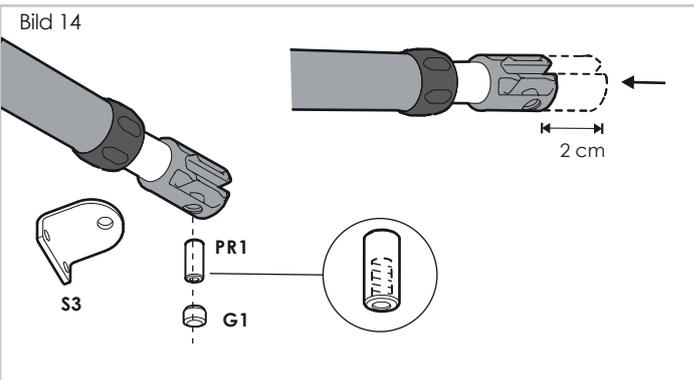

Bild 14
- Das Edelstahlrohr ca. 2 cm zurück zurücksetzen (Bild 14);
- Die Halterung **S3** in den Vorderstütze des Antriebs mit PR1 stellen mitsamt **G1** (Bild 14);